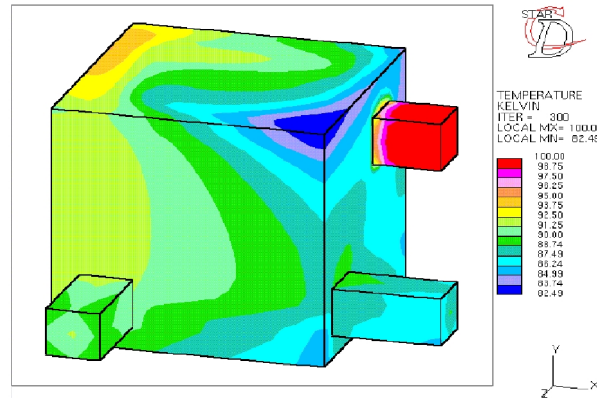

Рис. 9.1. Контурное распределение температур
- Контурные изображения скалярных величин (см. рис. 9.1)